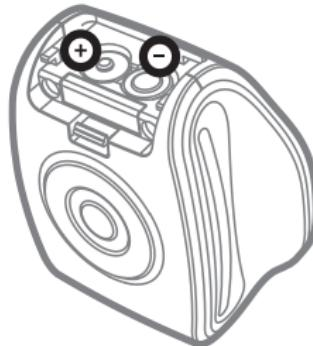

Рис.6. Полярность элементов питания
- установите новые элементы питания, соблюдая полярность, как показано на рис.6.